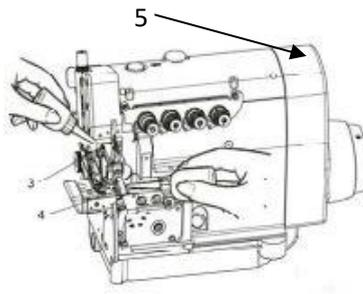
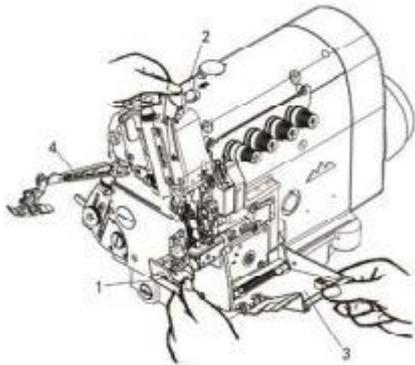

图 3
图 9
首先把(图 3)股位检测抬起然后把(图 3)分层拉开后对第一次使用缝纫机时，以及使用已有一段时间没有使用的缝纫机时，请用给油瓶在针杆 3 和上弯针台 4 处分别给油 2~3 滴。
1. 请打开分层和放下股位检测 (图 3), 打开翻盖 1、护眼罩 2、前罩 3、抬压脚臂 4。穿过线以后, 请恢复到原来的位置。(图 9)